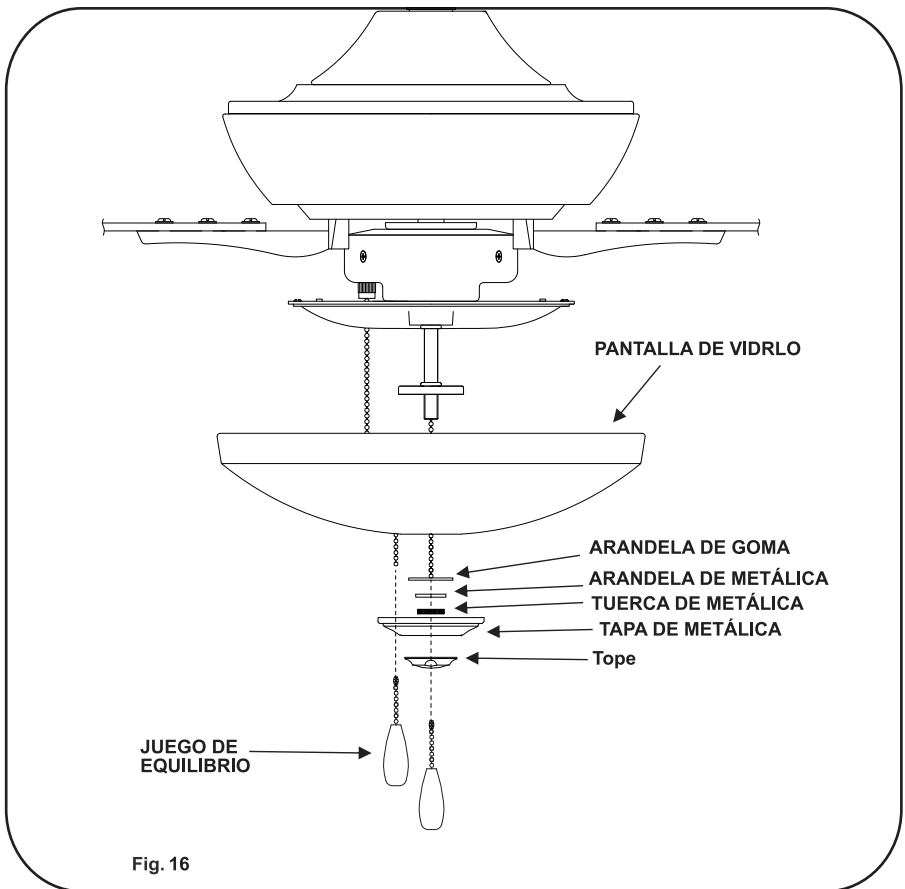

Fig. 16
Paso1. Quite la arandela de goma, la arandela de metálica, tuerca de metálica, y la tapa de metálica y finial del aparato de luz. Coloque la pantalla de vidrio sobre el vástaqo de aparato de luz, fijela con la arandela de goma, la arandela de metálica, tuerca de metálica, tapa de metálica, y finial. No apriete en exceso. (Fig.16)